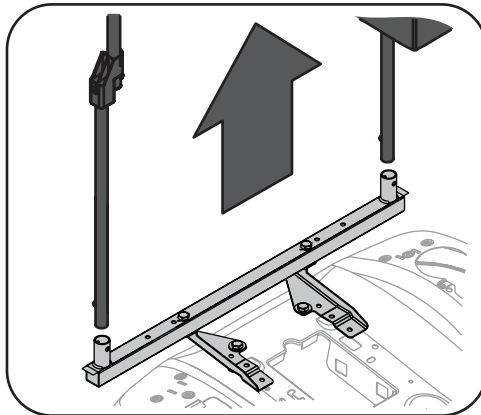

Figura 4-2
2. Remueva el armado de la sombrilla como se muestra en la Figura 4-2.